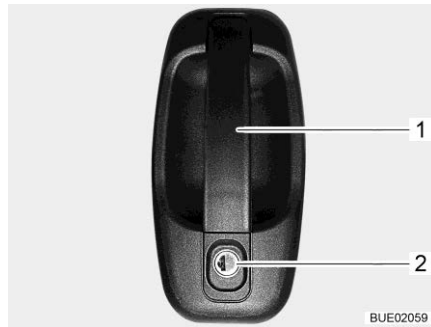

Bild 66 Türschloss (Fahrertür außen)
- Schlüssel in Schließzylinder (Bild 66,2) stecken und drehen, bis das Türschloss entriegelt ist.
- Am Türgriff (Bild 66,1) ziehen. Die Tür ist geöffnet.
- Schlüssel in Schließzylinder (Bild 66,2) stecken und drehen, bis das Türschloss verriegelt ist.